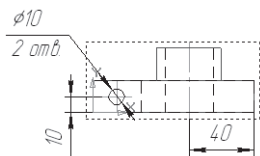

Рис. 351
- щелчком ЛКМ зафиксируйте фантом строящегося размера (рис. 351);